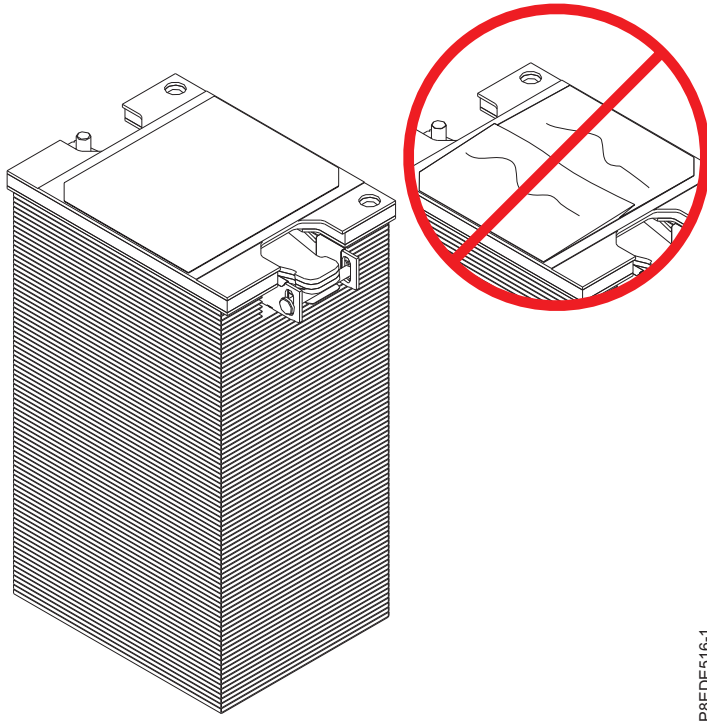

Figure 15. Inspection du matériau d'interface thermique
5. Vérifiez que le matériau d'interface thermique (TIM) ne présente pas de dommages visibles, comme illustré dans la figure 15, à la page 17.